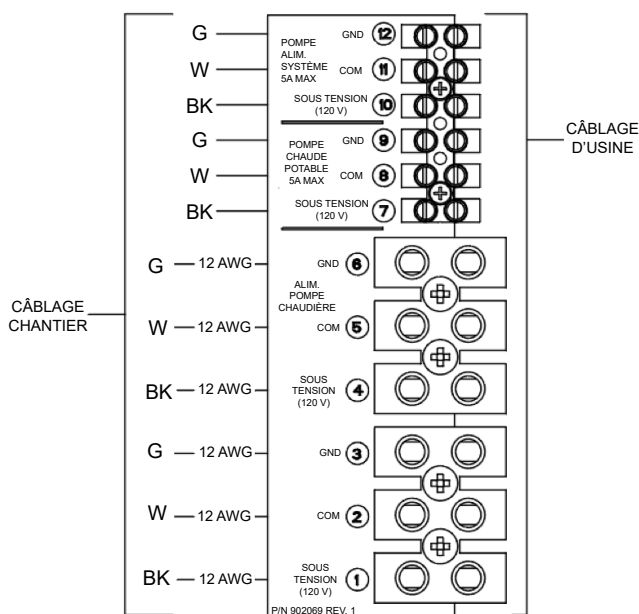

Figure 30. Système en cascade, appareil principal-pompes
1. Raccordez le câblage de communication entre la pompe de boucle secondaire et le bornier de la boîte de jonction de l'appareil principal. Ces bornes sont des contacts secs pouvant uniquement alimenter des charges inductives (5 A max.), voir **Figure 30**.